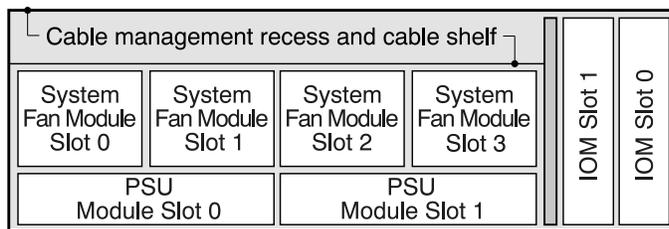
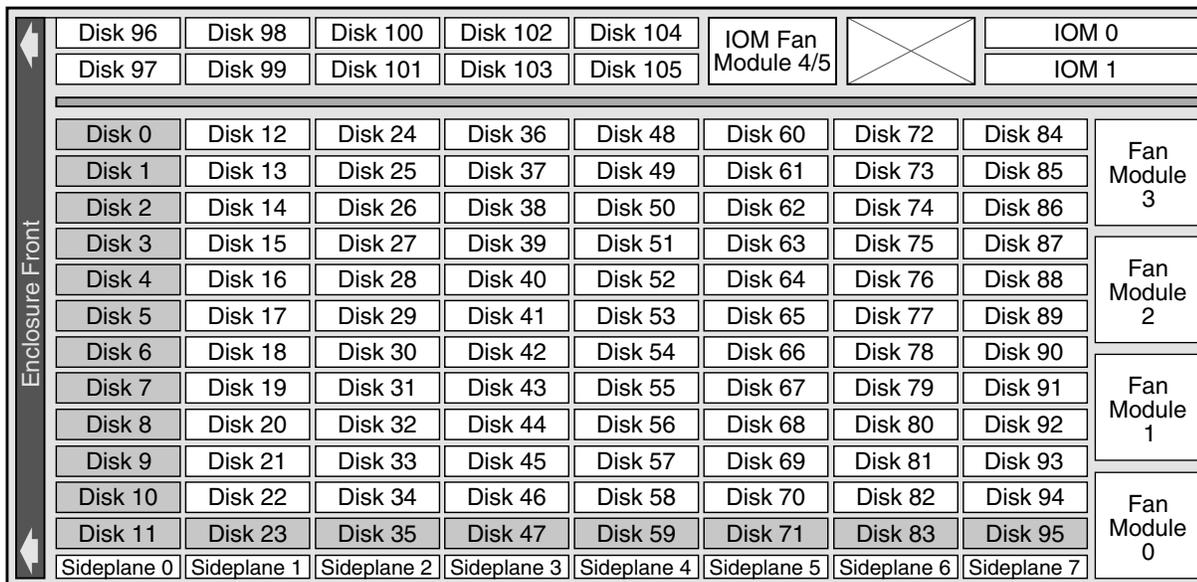

Abbildung 5. Gehäuse des Modells 106 – Indexdiagramm der Modulsteckplätze an der Rückseite
Abbildung 11. Gehäuse des Modells 106 – Modul an Oberseite - Indexdiagramm der Steckplätze
In Abb. 5 sehen Sie ein konzeptionelles Diagramm mit einer Darstellung der Modulsteckplatzindexierung aus Sicht der Rückseite.
In Abb. 11 auf Seite 14 finden Sie ein konzeptionelles Diagramm mit einer Indexnummerierung der Modulsteckplätze. Das Diagramm ist eine Draufsicht auf ein Modell 106-Gehäuse, bei dem alle Abdeckungen abgenommen wurden. In Abb. 5 auf Seite 11 ist die Anordnung der PSU-Modulsteckplätze unter den Steckplätzen für Systemlüfter zu sehen.
Das Modell 106 ist auf den Einsatz mit einer vollen Plattenbelegung ausgelegt, kann jedoch auch nur teilweise belegt werden. In Abb. 11 zeigen die grau gefärbten Plattensteckplätze die Mindestbelegung der Plattenmodule an, die für Leistungs- und Kühlungs-zwecke erforderlich ist. Diese Steckplätze sollten auf jeden Fall belegt werden. Das Akronym DDIC (Disk Drive In Carrier) wird als Synonym für das Plattenlaufwerkmodul verwendet.
Das Modell 106 wird nicht mit vorinstallierten Plattenlaufwerkmodulen ausgeliefert. Achten Sie bei der Installation der Plattenlaufwerkmodule auf den in Abb. 11 dargestellten Nummerierungsindex für Plattensteckplätze. Halten Sie sich an folgende Regeln, wenn Sie das Gehäuse des Modells 106 mit Platten füllen, die pro Steckplatz maximal 12 Watt Laufwerkleistung aufweisen:
- Beachten Sie die Anordnung der Mindestbelegung der Plattensteckplätze, die durch die grau gefärbten Plattensteckplätze in Abb. 11 angezeigt wird.
>>**Wichtig:** Wenn das Gehäuse des Modells 106 mit einem einzigen Erweiterungsmodul konfiguriert ist, >>muss es in dem IOM-Steckplatz mit der Nummer 0 installiert werden (siehe Abb. 11 auf Seite 14). Im benachbarten Steckplatz (Nr. 1) muss eine IOM-Leerbelegung erfolgen. Diese Konfiguration ist erforderlich, >>um sicherzustellen, dass während des Betriebs ein ausreichender Luftstrom durch das Gehäuse fließt.